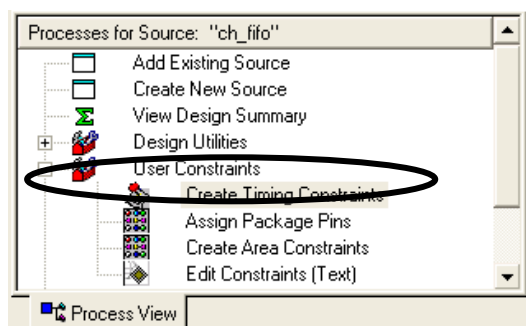

Рис. 4. Окно Процессов
- ❶ В окне Sources , выберите файл верхнего уровня дизайна *loopback.vhd/.v*
- ❷ В окне Processes для Source, раскройте пункт **User Constraints** и дважды щелкните на **Create Timing Constraints (Рис. 4)**